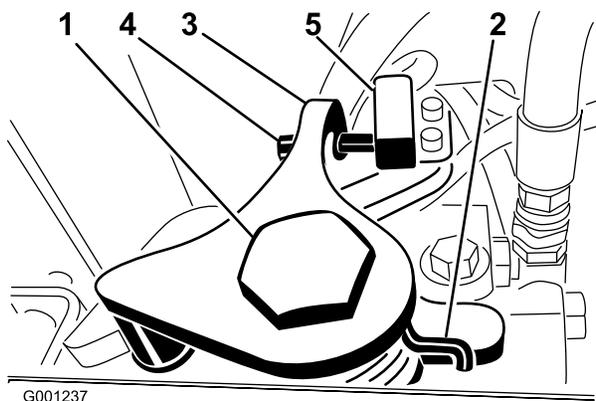

図 57
3. 走行調整カムの反対側にある固定ネジをゆるめる (図 57)。
7. ニュートラル復帰アーム (図 57) についているねじを調整して、ねじの端部とスイッチの接点とのすき間を 2.3-3.8 mm にする。